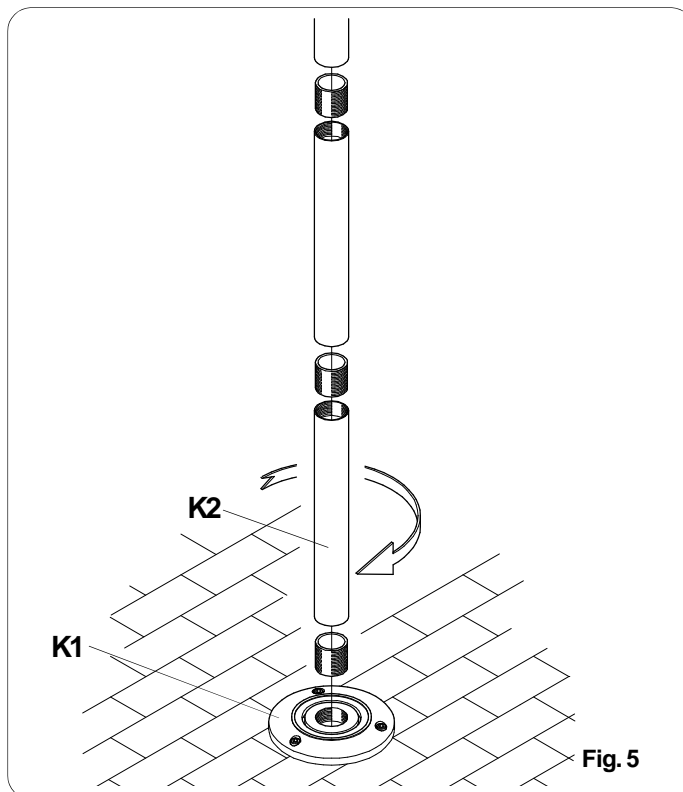

Fig. 5
- Monter le mât comme illustré fig. 5. Commencer par visser à fond le premier élément du mât, **K2 (A-B-C)** au sabot **K1**. Avoir soin de ne pas endommager le filetage pendant cette opération. Monter l'élément **K2 (A-BC)** qui constituera le mât.